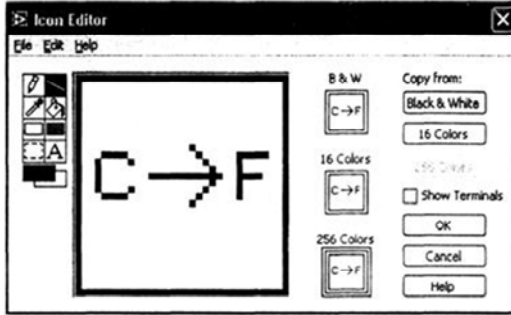

Рис. 3.2. Иконка ВП
6. Создайте следующую иконку (рис. 3.2):